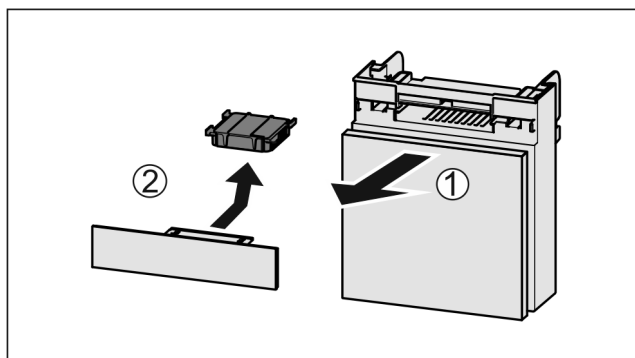

Fig. 142
- ▶ 向前拉出 Fig. 142 (1) 抽屉。
- ▶ 取出 Fig. 142 (2) 活性炭过滤器。